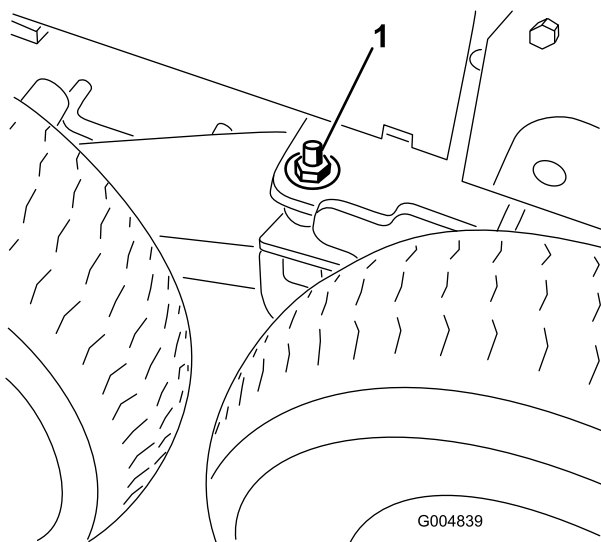

Figura 75
7. Rimuovete il dado di bloccaggio da 1/2 poll. e la rondella piana dall'elemento saldato del perno del carrello destro e sinistro per sbloccare il perno (**Figura 75**).
11. Abbassate il martinetto fino a quando l'elemento saldato del perno del carrello non si sposta abbastanza da permettere di montare la rondella piana da 1/2 poll. e il dado di bloccaggio sul prigioniero e di stringerli a mano su entrambi i lati della macchina (Figura 75).